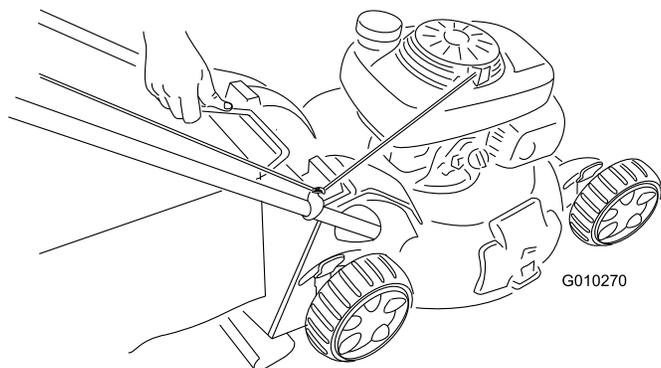

Figura 28
2. Sollevare la maniglia del cesto di raccolta estraendola dalle scanalature presenti sulla parte superiore della macchina e staccare il cesto dalla macchina stessa (Figura 28).